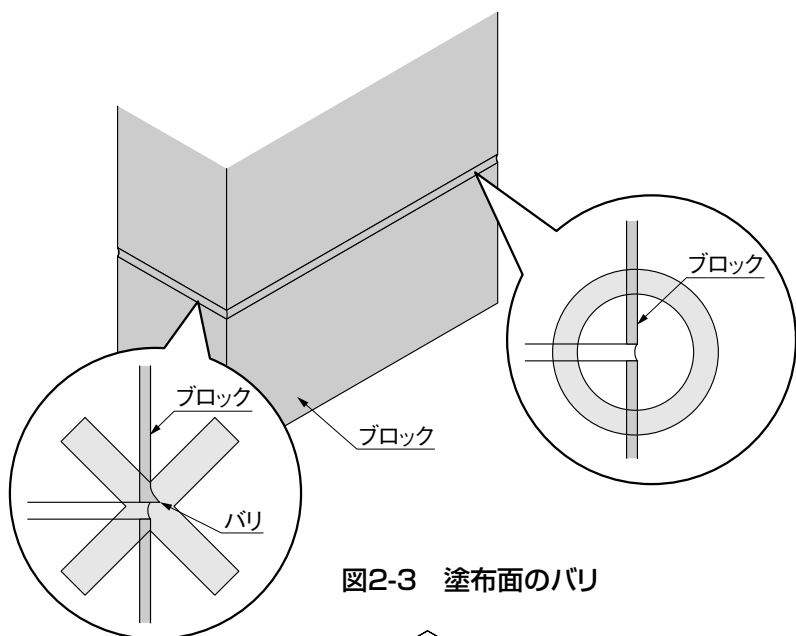

図2-3 塗布面のバリ
- ① ブロックの継ぎ目のバリは、フラットになるまでヤスリを使って削ってください。(図2-3参照)